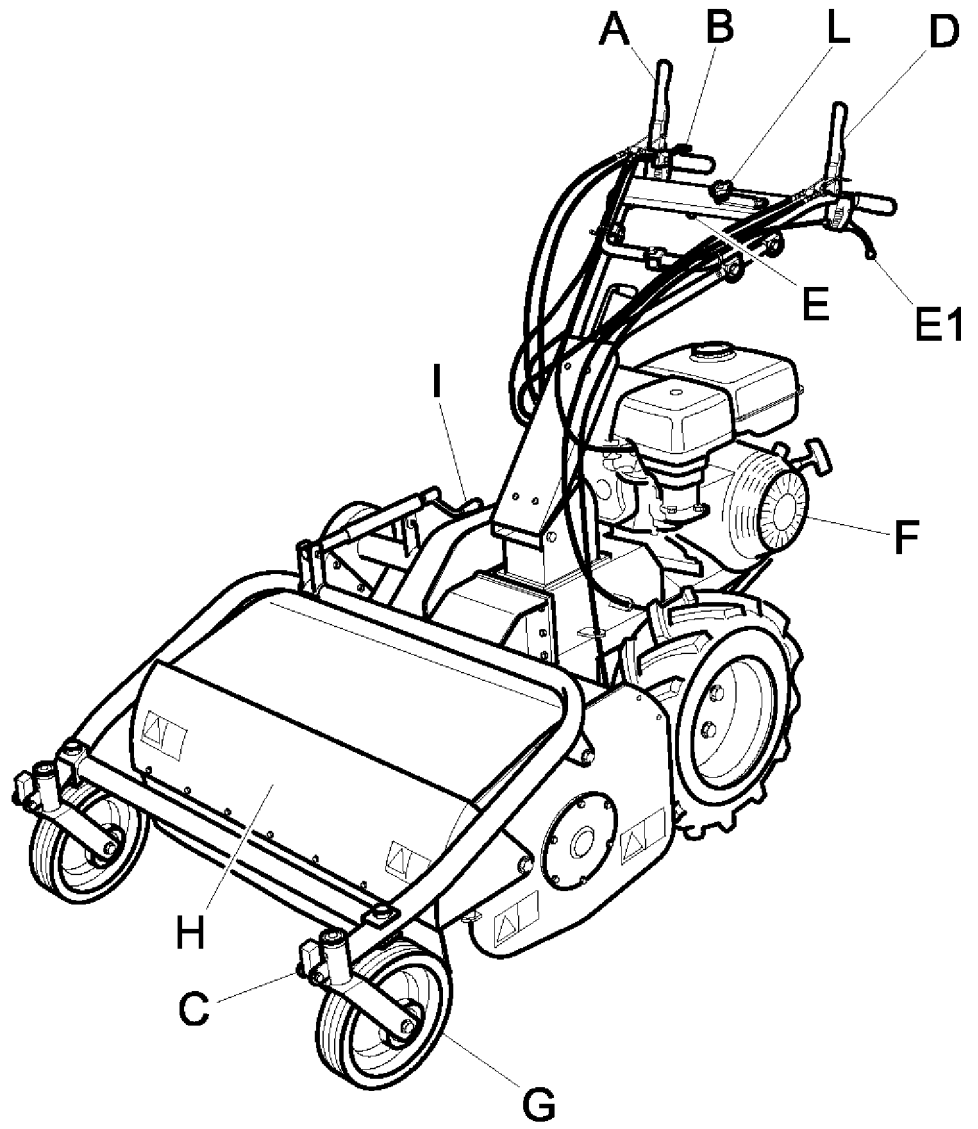

Figure 1
La protection antérieure (Fig. 1 Réf. H) s'ouvre ou se ferme automatiquement en fonction du volume de l'herbe à couper. L'utilisation de la machine est interdite lorsqu'elle est ouverte car cela risquerait de provoquer la projection d'objets.
Vérifier que vous avez correctement sélectionné les positions des leviers (Fig. 2 pos. N et O) et que ces dernières sont solidement en position ; dans le cas contraire, actionner brièvement le levier d'avance (Fig. 1 Pos. A) afin de permettre l'enclenchement parfait de la vitesse. Ceci peut être plus particulièrement utile durant les premières heures de fonctionnement de la machine.
- Avant de démarrer le moteur, vérifier que les deux leviers d'enclenchement (embrayage d'avance - Fig. 1, Réf. A et embrayage lames - Fig. 1, Réf. D) se trouvent en position de désactivation (relâchés) ; le frein est alors automatiquement actionné ; par conséquent, positionner le levier de commande vitesse réduite/rapide au point mort (voir Fig. 2 , ref. N)
- Le couvercle de protection situé devant les lames (Fig. 1, Réf. H) doit toujours être fermé durant l'utilisation de la machine.